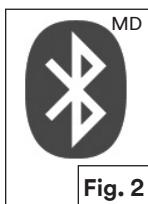

Fig. 2
- a. Appuyer sur le bouton - jusqu'à ce que l'indicateur du mode MEULAGE ou COUPE clignote. Appuyer ensuite simultanément sur les boutons - et +, l'indicateur TAP clignote en même temps que l'indicateur du mode MEULAGE ou COUPE sélectionné pour accéder à la fonction TAP HAPTIQUE (Fig. 1a). La fonction Tap haptique est désormais activée. 3 tapotements rapides sur l'écran fait passer le filtre de soudage du mode MEULAGE ou COUPE sélectionné au numéro de soudage sélectionné (fig. 2). L'indicateur TAP clignote lors du tapotement. Tapoter à un rythme modéré jusqu'à ce que l'indicateur GRIND (meulage), CUT (coupe) ou SHADE (teinte) clignote. Lorsque le mode TAP est activé, il est possible d'effectuer des changements entre les modes MEULAGE et COUPE, ainsi que des changements entre les numéros de teinte. Pour désactiver le tapotement haptique, vérifier que le filtre de soudage est réglé sur le mode MEULAGE ou COUPE, puis appuyer simultanément sur les boutons - et +. Pour vérifier si le tapotement haptique est désactivé, sélectionner le mode MEULAGE ou COUPE, l'indicateur TAP ne clignotera dans aucun de ces modes
Le filtre de soudage peut être jumelé et connecté à un appareil iOS^{MC} ou Android^{MC} par l'entremise de l'Appli pour l'équipement connecté 3M^{MC} à l'aide de Bluetooth[®] (fig. 2). L'appli peut être téléchargée dans l'App Store[®] pour les appareils iOS^{MC} ou dans le Google Play^{MC} Store pour les appareils Android^{MC}. Pour obtenir plus de renseignements sur la connexion de l'application au filtre de soudage, suivre les *directives d'utilisation* de l'appli. Une fois que le filtre est connecté à l'appareil Android^{MC} ou iOS^{MC}, l'utilisateur aura accès aux réglages du filtre de soudage, à des statistiques de travail, etc.